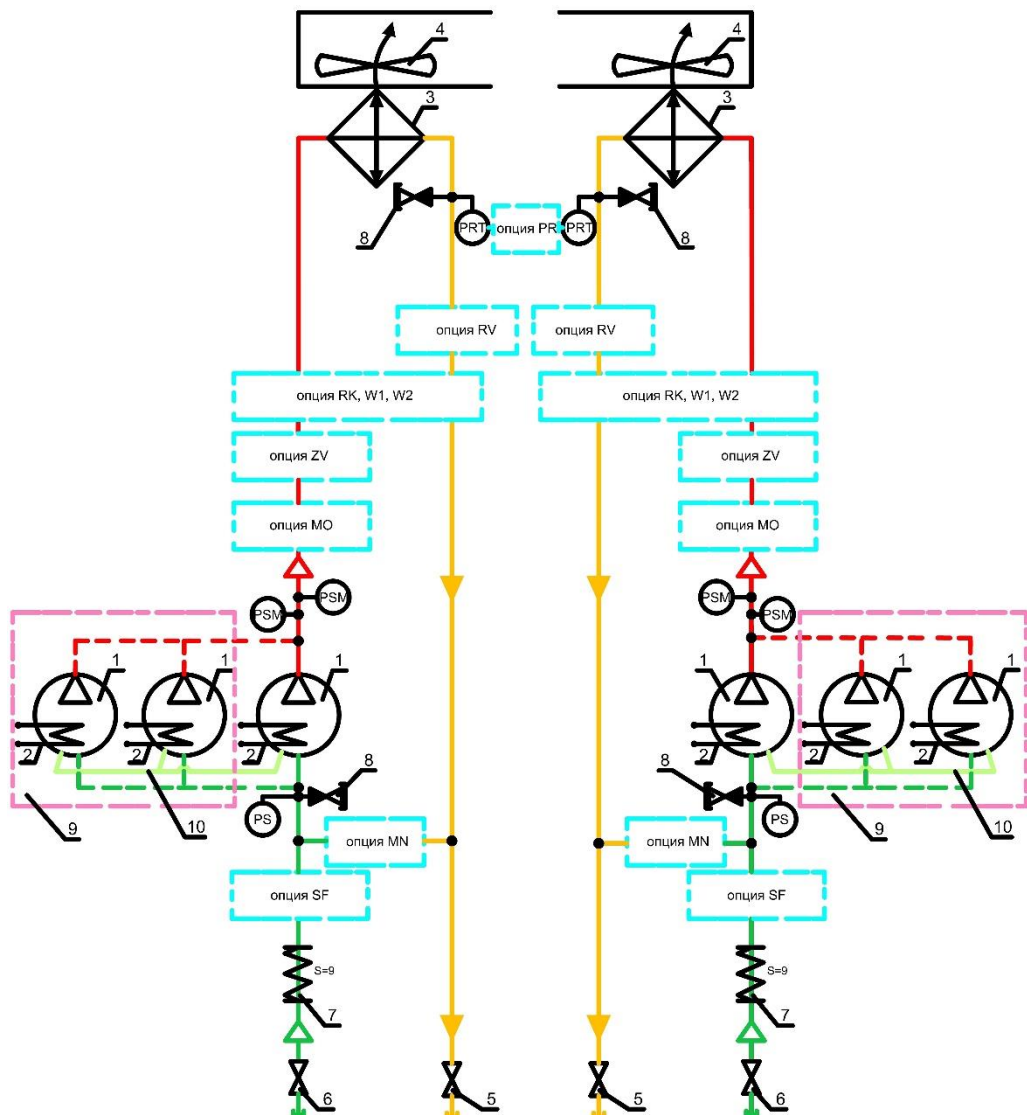

Рис.6.1. Гидравлическая принципиальная схема ККБ.
- Опция SF** – фильтр на линии всасывания – неразборный фильтр впаянный в трубопровод всасывания. Критерием замены фильтра является перепад давления до и после него более 0,3 бар (замеряется через штатные клапаны Шрёдера на корпусе фильтра или клапаны холодильного контура. Фильтр заменяют при закрытых запорных вентилях (поз 5 и 6 на рис.6.1) и запорном вентиле на нагнетающем вентиле (если установлена опция ZV) с последующим вакуумированием этого участка (на случай отсутствия вентилей ZV в компрессоре имеется встроенный обратный клапан на нагнетающей линии);